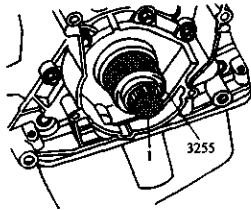

图 2-44 压入油封
- 4) 用同步带轮中间螺栓将油封压入, 如图 2-44 所示。